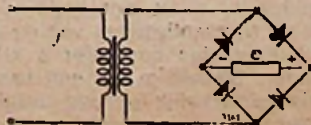

Fig. 20
c. Het schema van een dubbelfazige gelijkrichter zonder middenaftakking van de secundaire transformatorwikkling is in onderstaande figuur getekend (Fig. 20 en 22).